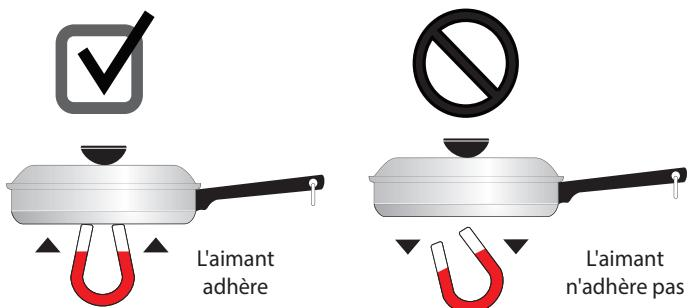

Figure 4 : Test de l'aimant
Le type d'ustensile de cuisson utilisé et sa dimension influencent le réglage de la température nécessaire à l'obtention de résultats de cuisson optimaux. Assurez-vous de suivre les recommandations relatives à l'utilisation des ustensiles appropriés, tel qu'illustré sur la Figure 2 et la Figure 4.
- **Aacier inoxydable** – Conducteur de chaleur lent qui donne des résultats de cuisson variables. Il est durable, facile à nettoyer et il résiste aux taches. Certains types d'acier inoxydable ne fonctionneront pas sur une table de cuisson à induction. Utilisez le test de l'aimant (Figure 4) pour vérifier le magnétisme de votre ustensile de cuisson en acier inoxydable.
- **Émail vitrifié sur métal** – Les caractéristiques de chauffage varient selon le matériau de base. Un ustensile fait d'un métal compatible recouvert d'émail vitrifié fonctionnera sur une table de cuisson à induction. Utilisez le test de l'aimant (Figure 4) pour vérifier le magnétisme de votre ustensile de cuisson en émail vitrifié.
Pour vérifier qu'un ustensile de cuisson fonctionnera sur votre table de cuisson à induction, essayez d'y faire coller un aimant (voir Figure 4).